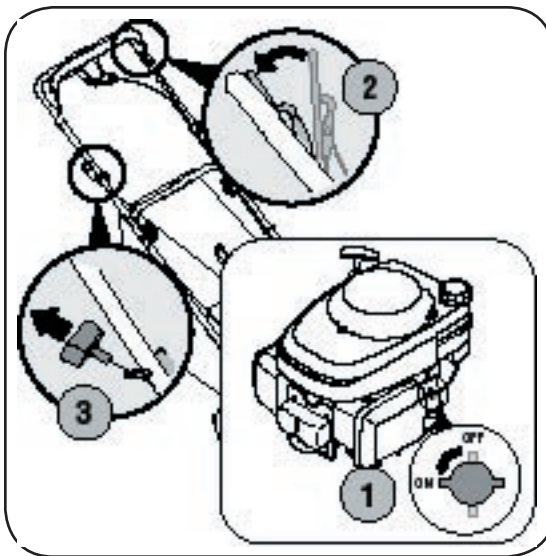

Figura 4-2: Poner en marcha la podadora.
1. Coloque la palanca de la válvula de combustible en el lado izquierdo del motor en la posición de ON (ABIERTA). Figura 4-2.
2. Colóquese detrás de la podadora, apriete el control de la cuchilla contra la manija superior, Figura 4-2.
3. Asiendo estas dos manijas juntas y firmemente, sostenga el arrancador de retroceso y tire de la cuerda con un golpe rápido, continuo y con todo el brazo, Figura 4-2. Si se sostiene con firmeza la manija del arrancador, la cuerda se rebobina lentamente. Repita hasta que el motor esté en marcha. Deje que la cuerda se vuelva a enrollar lentamente.